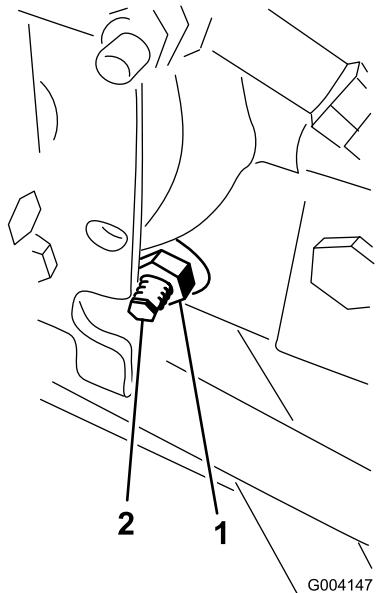

Bild 92
3. Lösen Sie rechts am Hydrostat die Sicherungsmutter an der Fahrantreib-Einstellnocke (Bild 92).